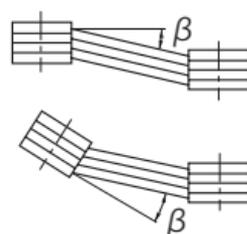

図 6-3
- ・両プーリ間の平行度、偏心度 $\beta$ はご使用メーカーのカタログに記載されている許容値以内としてください。(図 6-3 参照)